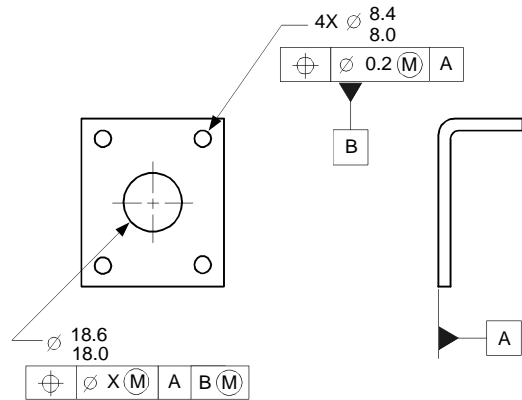

Figura 5
9. En la figura 5, el eje de datum *B* es . . .